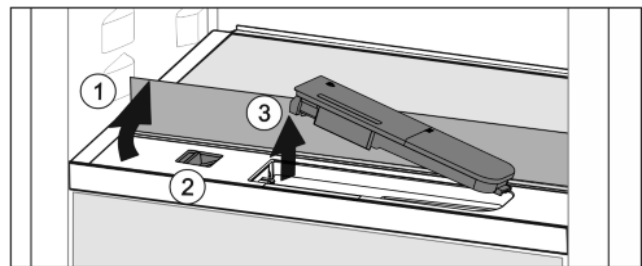

Fig. 38
- ▶ Підняти скляну панель і відкинути до упору назад Fig. 38 (1).
- ▶ Посуньте повзунок Fig. 38 (2) уліво.
- ▶ Вийняти бак для води Fig. 38 (3).